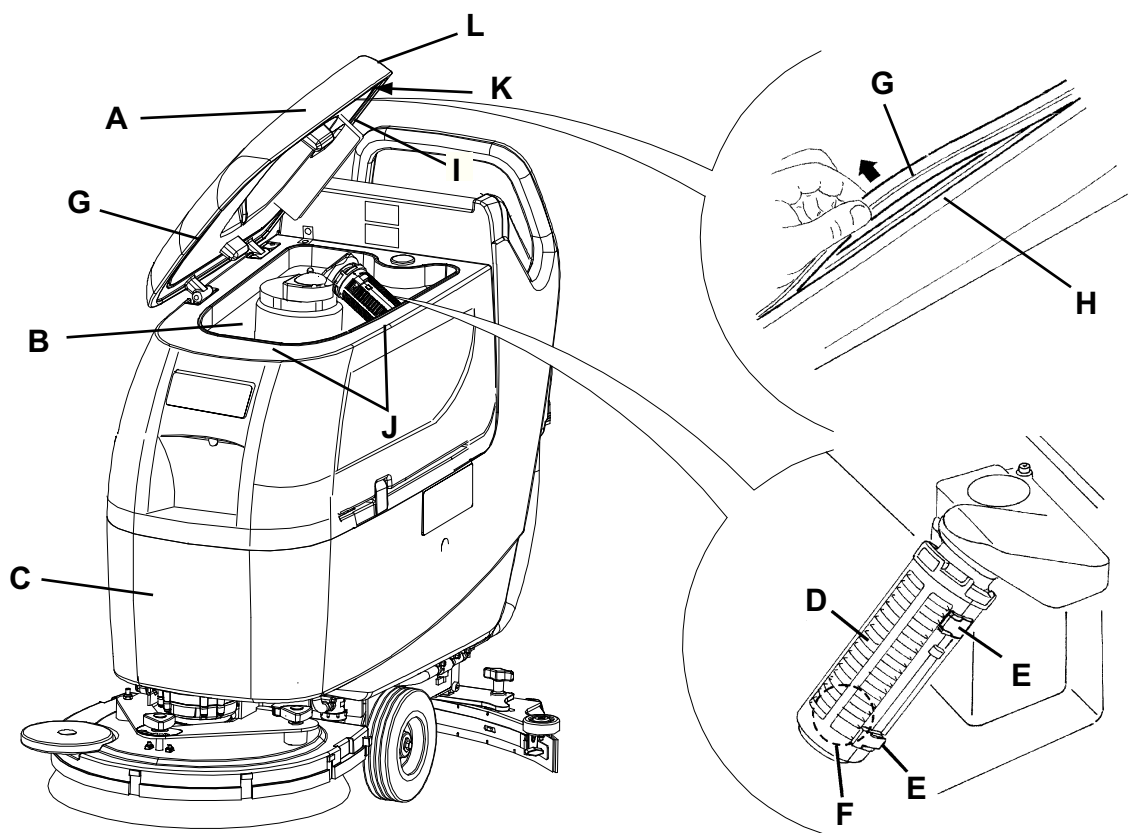

Рис. 4
1. Отсоедините шнур питания (3) от электросети и намотайте его на держатель (4).
3. Откройте крышку (18) в положение для мытья (L, Рис. 4).
4. Помойте чистой водой крышку (A), баки (B и C) и вакуумную решетку с автоматически запирающим поплавком (D). Спустите воду из баков с помощью шлангов (12 и 13).
5. В случае необходимости освободите фиксаторы (E) и откройте решетку (D), приведите в порядок поплавки (F), очистите все компоненты и затем установите их назад.
6. Проверьте, цела ли прокладка крышки (G).